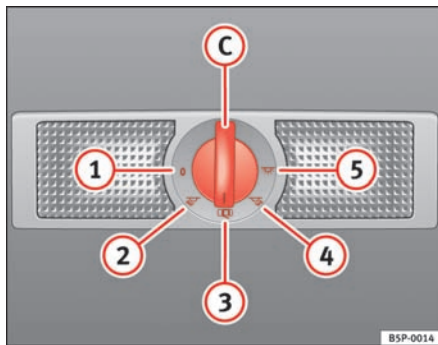

Fig. 83 Loft: kabinelampe og læselamper bagi
Med kontakten ⇒ fig. 83 C kan du vælge følgende positioner:
Når kontakten er i position ⇒ fig. 83 ①, er kabinelampen og læselamperne slukket.